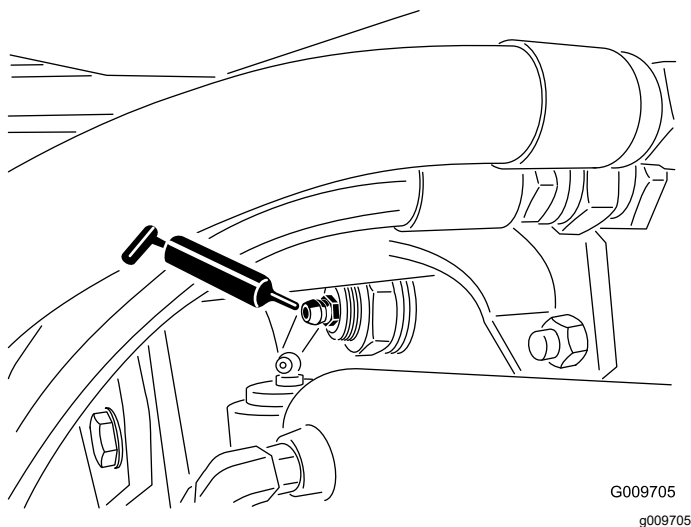

Рисунок 75
- Втулки шарниров заднего моста (2 шт.), как показано на Рисунок 75